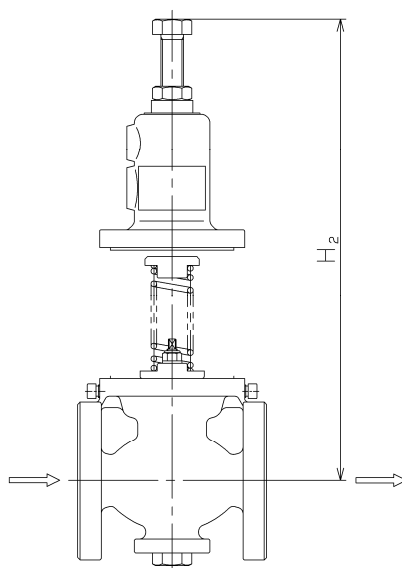

図 11
- (20) 配管取付方向は、水平・垂直任意です。但し、100A 以上は水平配管のみにしてください。
- (21) 気体用で減圧比が大きい場合は、レデューサを取り付け、流速の過大を防止してください。(管内流速は 15m/s 以下が適当です。)
- (22) 保守・点検・修理に必要なスペースを確保してください。分解点検には、配管センターより上方に H₂ 以上のスペースが必要ですので、配管時には H₂ 以上のスペースを取ってください。(表 7、図 11 参照)